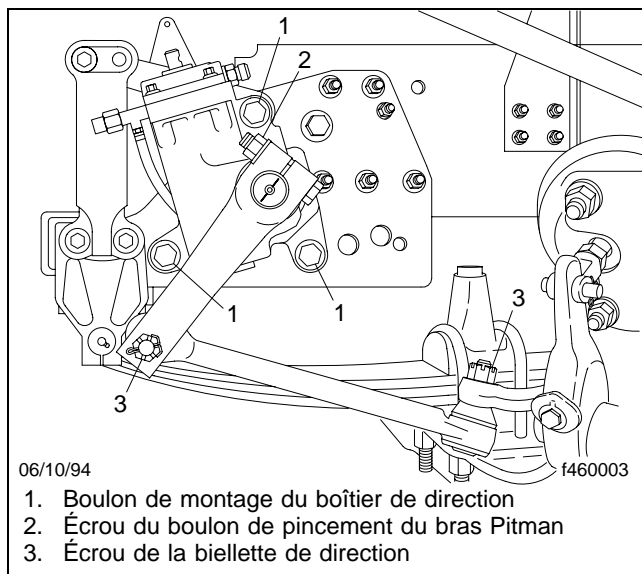

Fig. 11.2, Attaches du boîtier de direction
5. Examinez les boulons de montage de la direction, l'écrou du bras Pitman et les écrous de la biellette de direction pour vous assurer qu'ils sont tous bien serrés. Consultez la **Fig. 11.2**. Assurez-vous que l'arbre à cardan de direction et les joints universels n'ont pas trop de jeu ou ne sont pas endommagés. Le cas échéant, vérifiez les boulons de montage du vérin de servodirection du côté droit ainsi que les écrous des joints à rotule pour vous assurer qu'ils sont bien serrés. Serrez les écrous desserrés et remplacez les pièces endommagées au besoin. Pour obtenir des instructions, consultez le **Groupe 46** du manuel de service *Heavy-Duty Trucks Service Manual*.